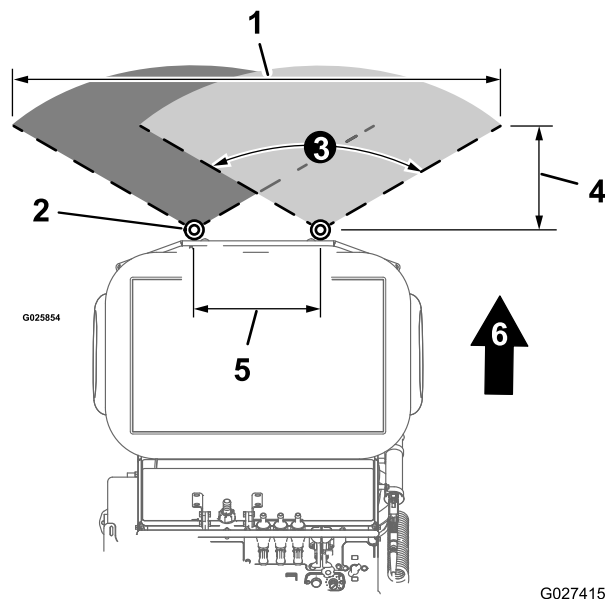

Figure 47
- Le grand angle de pulvérisation (Figure 47) de la machine est **274 cm (108 po)**.